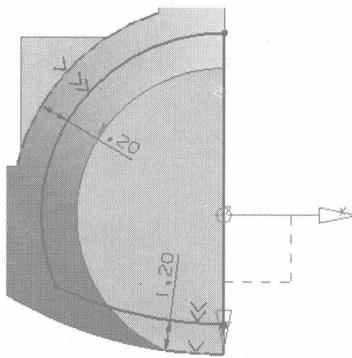
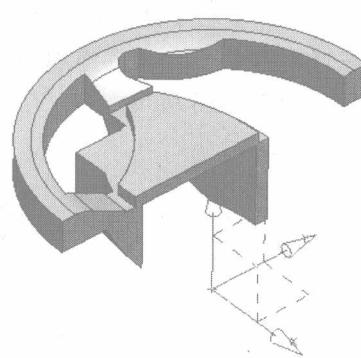

图1-21
图1-22
- (1) 在菜单栏中选取【插入】/【设计特征】/【设计特征】命令，弹出【拉伸】对话框，激活【草图截面】，弹出【创建草图】对话框。
- (2) 设置类型为【在平面上】方式，选取 xc-yc 平面作为草绘的平面，单击【确定】按钮进入草图，绘制图 1-21 所示的图形。
- (3) 在【草图生成器】工具条中单击【完成草图】按钮，退出草绘界面，返回【拉伸】对话框。
- (4) 在【限制】栏中设置拉伸的距离为“11.9”。
- (5) 在【布尔】栏中设置布尔运算方式为【求差】，单击【确定】按钮创建拉伸切除特征，如图 1-22 所示。